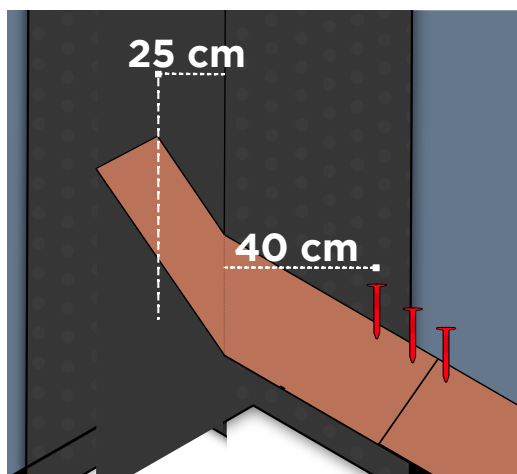

Fig. 12 - Posa tegole sul compluvio
- Per quanto riguarda i compluvi, predisporre preventivamente sul compluvio una fascia di membrana bituminosa larga circa 100cm, per assicurare l'impermeabilizzazione dello stesso - Fig. 12. Posare la fila di partenza e le tegole della prima falda, facendole risalire di 25 cm oltre la linea di compluvio. È buona norma tagliare le tegole, una volta posate, seguendo la parallela a 25 cm alla linea di compluvio. Le tegole andranno fissate a fiamma in presenza della membrana bituminosa e a chiodo nella parte restante, a non meno di 40 cm dalla linea di compluvio - Fig. 12.